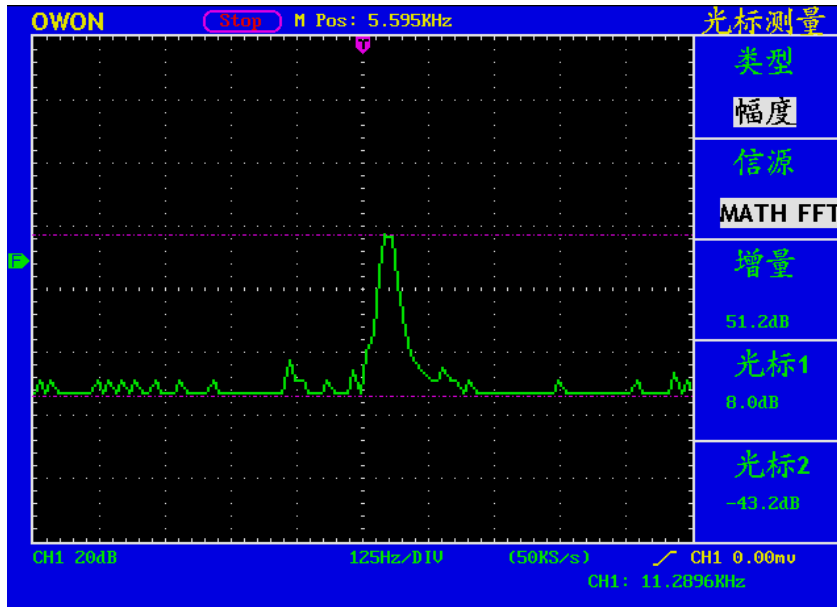

图74：幅度光标测量波形
- 3、根据被测波形调整**光标1**、**光标2**的位置, 增量窗口显示光标1和光标2电压幅度差值的绝对值。光标1窗口显示光标1当前的位置, 光标2窗口显示光标2当前的位置。见图74: